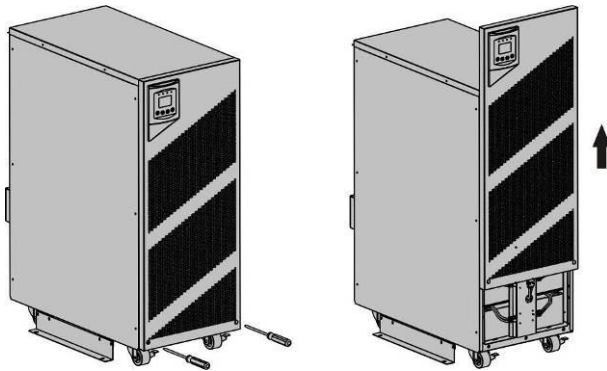

Abbildung 28: Entfernen der Frontblende der USV-Anlage
1. Entfernen Sie die Frontblende von der USV-Anlage / des Batteriepakets und lösen Sie bei der USV-Anlage das Flachbandkabel vom Display der Frontblende (siehe Abbildung 28).